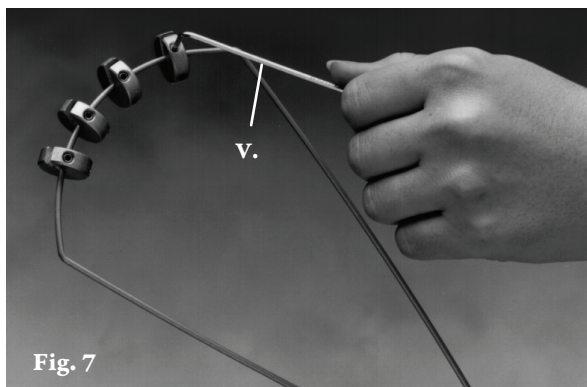

Fig. 7
- 7) Positionner les poulies à l'aide de la clé hexagonale (V.) et ajuster l'angle de traction. Tourner à droite pour serrer. Tourner à gauche pour desserrer. La courbe et l'angle de la barre de l'armature peuvent être ajustés selon le besoin (Fig. 7). L'angle de l'armature peut être ajusté plus facilement en le plaçant dans un étau.